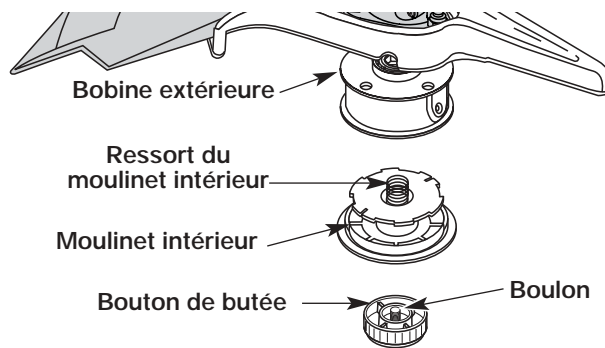

Fig. 27
- Retirez le moulinet intérieur de la bobine extérieure (Fig. 27).
- Retirez le ressort du moulinet (Fig. 27).
- Tenez la bobine extérieure d'une main et dévissez le bouton de butée vers à droite (Fig. 27). Inspectez le boulon à l'intérieur du bouton de butée pour vous assurer qu'il se déplace librement. Remplacez le bouton de butée s'il est endommagé.
1. Tenez la bobine extérieure d'une main et dévissez le bouton de butée vers à droite (Fig. 27). Inspectez le boulon à l'intérieur du bouton de butée pour vous assurer qu'il se déplace librement. Remplacez le bouton de butée s'il est endommagé.
2. Retirez l'ancien moulinet intérieur de la bobine extérieure (Fig. 27).
3. Retirez le ressort de l'ancien moulinet intérieur (Fig. 27).